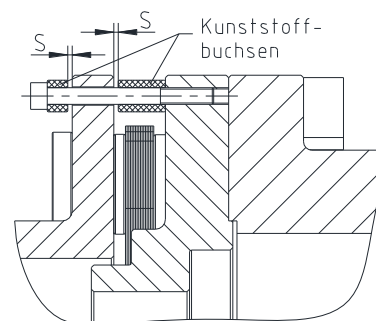

Bild 9: Axialspielbegrenzung
- Nach der vollständigen Montage des Zwischenstücks die Schrauben und Buchsen der Axialspielbegrenzung wieder montieren (siehe Bild 9). Dabei das Axialspiel S nach Maßblatt beachten.